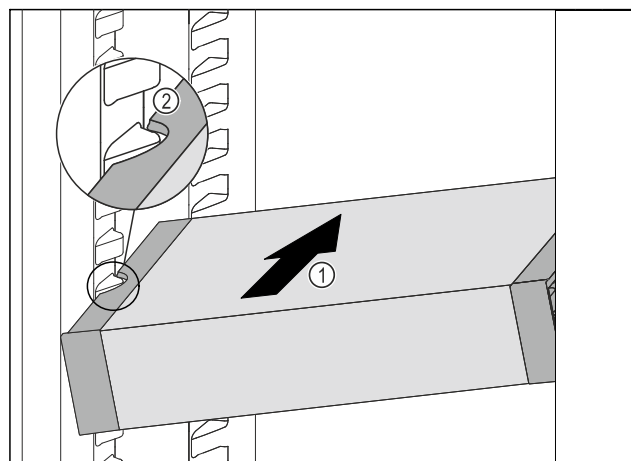

Fig. 189
- Iebīdiet VarioSafe slīpi ledusskapja nodalījumā Fig. 189 (1), līdz VarioSafe sānu padziļinājumi Fig. 189 (2) atrodas tvertnes ribas augstumā ledusskapja nodalījumā.